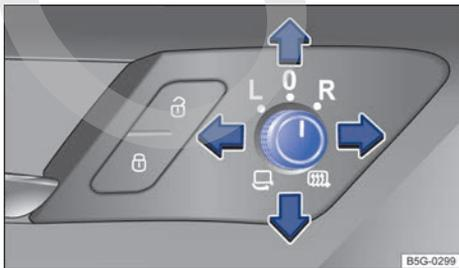

Fig. 91 En la puerta del conductor: mando giratorio de los retrovisores exteriores.
- Gire el mando situado en la puerta del conductor hasta el símbolo deseado → **fig. 91**.